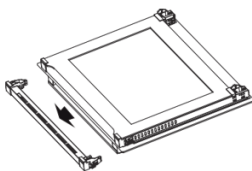

Figure 5
- Tirez la partie supérieure du cadre de porte dans votre direction (figure 5).